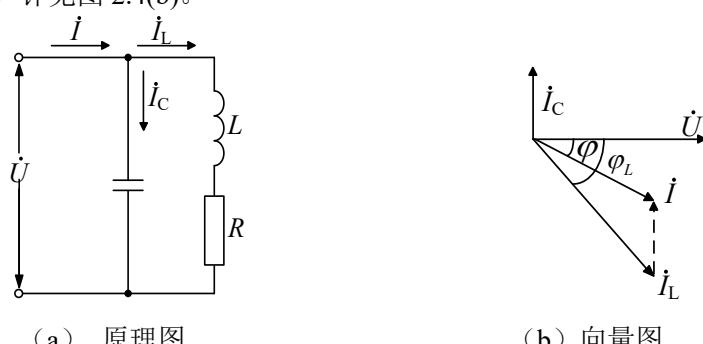

图 2.4 提高感性负载功率因素的方法
由于日光灯电路中含有镇流器，它是一个电感量较大的线圈，因而整个电路成为感性负载，功率因数不高，提高感性负载功率因数的通常方法就是在其两端并联补偿电容器如图 2.4(a)所示，电容器将产生一个超前电压  $90^\circ$  的容性电流来补偿负载中的感性电流，使得补偿后的总电流  $|I|$  小于补偿前的电流  $|I_L|$ ，相位角  $\varphi < \varphi_L$ ，故  $\cos\varphi > \cos\varphi_L$ ，详见图 2.4(b)。
2. 仔细理解原理图 2.4(b)并参照该图, 结合表 2.3 中数据, 在坐标纸上分别画出  $C=0\mu F$ 、 $C=3.2\mu F$ 、 $C=4.7\mu F$  和  $C=5.7\mu F$  时相应的  $U$ 、 $I$ 、 $I_c$  和  $I_R$  关系相量图, 注意每组图上都需标清角  $\varphi$  的位置和值。